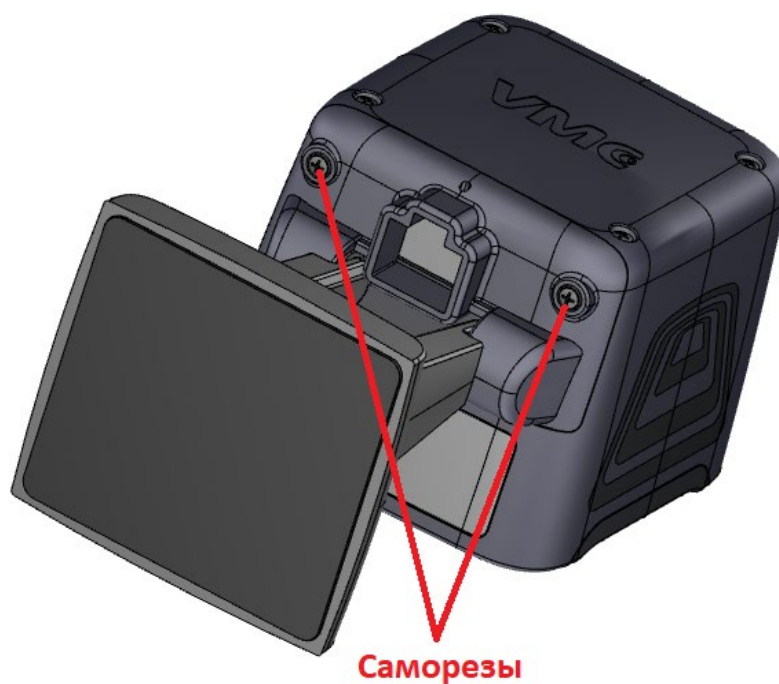

Рис. 3 Подставка
1. Выкручиваем 2 нижних самореза и снимаем подставку (см. Рис. 3 ниже). Для комфортной работы отвёрткой удобно согнуть подставку немного вперёд.
8. Устанавливаем подставку на место, заведя язычки подставки под крышку сканера, и закручиваем 2 нижних самореза (см. Рис. 3 выше).